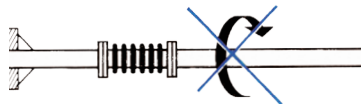

Figura 1
- Durante el montaje y el servicio es absolutamente necesario evitar la torsión (figura 1).